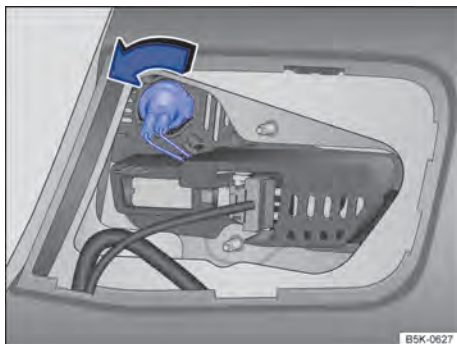

Fig. 224 Na tampa do compartimento de bagagem: remover o suporte da lâmpada.
4.	Girar suporte da lâmpada ⇒ Fig. 224 no sentido da seta até o batente e puxar para trás com a lâmpada incandescente.
5.	Substituir a lâmpada incandescente queimada por uma lâmpada incandescente nova do mesmo modelo. Colocar o suporte da lâmpada ⇒ Fig. 224 e girar no sentido anti-horário até o batente.